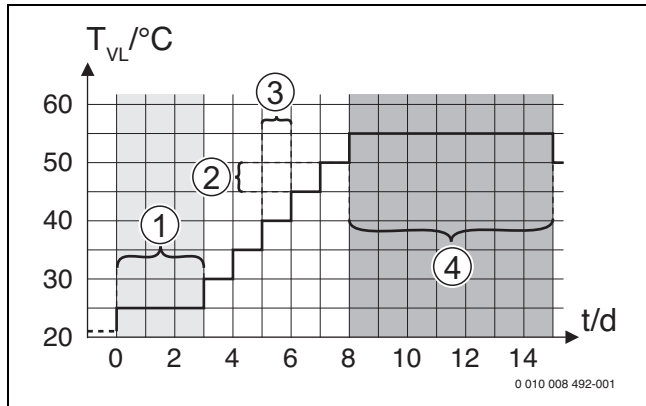
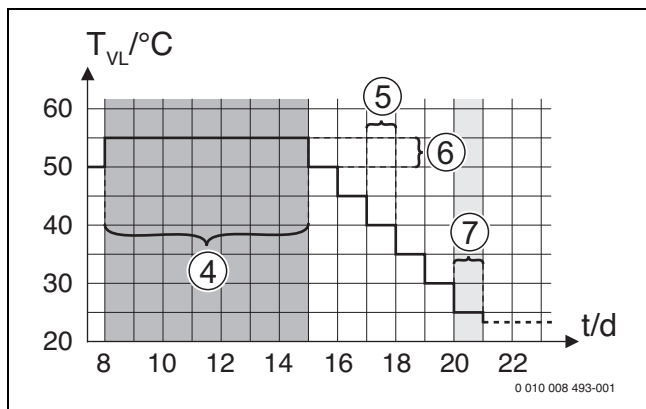

Bild 13 Ablauf der Estrichrocknung mit den Grundeinstellungen in der Aufheizphase
Bild 14 Ablauf der Estrichrocknung mit den Grundeinstellungen in der Abkühlphase
Wartezeit bevor Start	Phase überspr.: Das Estrichrocknungsprogramm startet sofort für die ausgewählten Heizkreise.  1 ... 50 Tage: Das Estrichrocknungsprogramm startet nach der eingestellten Wartezeit. Die ausgewählten Heizkreise sind während der Wartezeit ausgeschaltet, der Frostschutz ist aktiv (→ Bild 13, Zeit vor Tag 0).
Startphase Dauer	Phase überspr.: Es findet keine Startphase statt.  1 ... 3 ... 30 Tage: Einstellung für den zeitlichen Abstand zwischen Beginn der Startphase und der nächsten Phase (→ Bild 13, [1]).
Startphase Temperatur	20 ... 25 ... 55 °C: Vorlauftemperatur während der Startphase (→ Bild 13, [1]).
Aufheizphase Schrittweite	Phase überspr.: Es findet keine Aufheizphase statt.  1 ... 10 Tage: Einstellung für den zeitlichen Abstand zwischen den Stufen (Schrittweite) in der Aufheizphase (→ Bild 13, [3]).
Temp.diff. in Aufheizph.	1 ... 5 ... 35 K: Temperaturdifferenz zwischen den Stufen in der Aufheizphase (→ Bild 13, [2]).
Haltephase Dauer	1 ... 7 ... 99 Tage: Zeitlicher Abstand zwischen Beginn der Haltephase (Haltedauer der Maximaltemperatur bei der Estrichrocknung) und der nächsten Phase (→ Bild 13, [4]).
Haltephase Temperatur	20 ... 55 °C: Vorlauftemperatur während der Haltephase (Maximaltemperatur, → Bild 13, [4]).
Abkühlphase Schrittweite	Phase überspr.: Es findet keine Abkühlphase statt.  1 ... 10 Tage: Einstellung des zeitlichen Abstandes zwischen den Stufen (Schrittweite) in der Abkühlphase (→ Bild 14, [5]).
Temp.diff. in Abkühlph.	1 ... 5 ... 35 K: Temperaturdifferenz zwischen den Stufen in der Abkühlphase (→ Bild 14, [6]).
Endphase Dauer	Phase überspr.: Es findet keine Endphase statt.  Dauerhaft an: Für die Endphase ist kein Endzeitpunkt festgelegt.  1 ... 30 Tage: Einstellung des zeitlichen Abstandes zwischen Beginn der Endphase (letzten Temperaturstufe) und Ende des Estrichrocknungsprogramms (→ Bild 14, [7]).
Endphase Temperatur	20 ... 25 ... 55 °C: Vorlauftemperatur während der Endphase (→ Bild 14, [7]).
**Legende zu Bild 13 und Bild 14:**